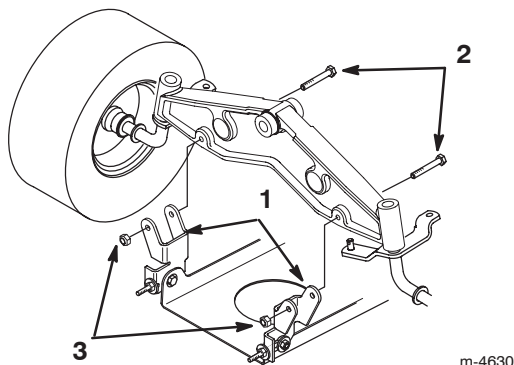

Bild 42
4. Montieren Sie die Mähwerk-Schwenkhalterungen mit Schrauben und Sicherungsmuttern an der Vorderachse (Bild 42).